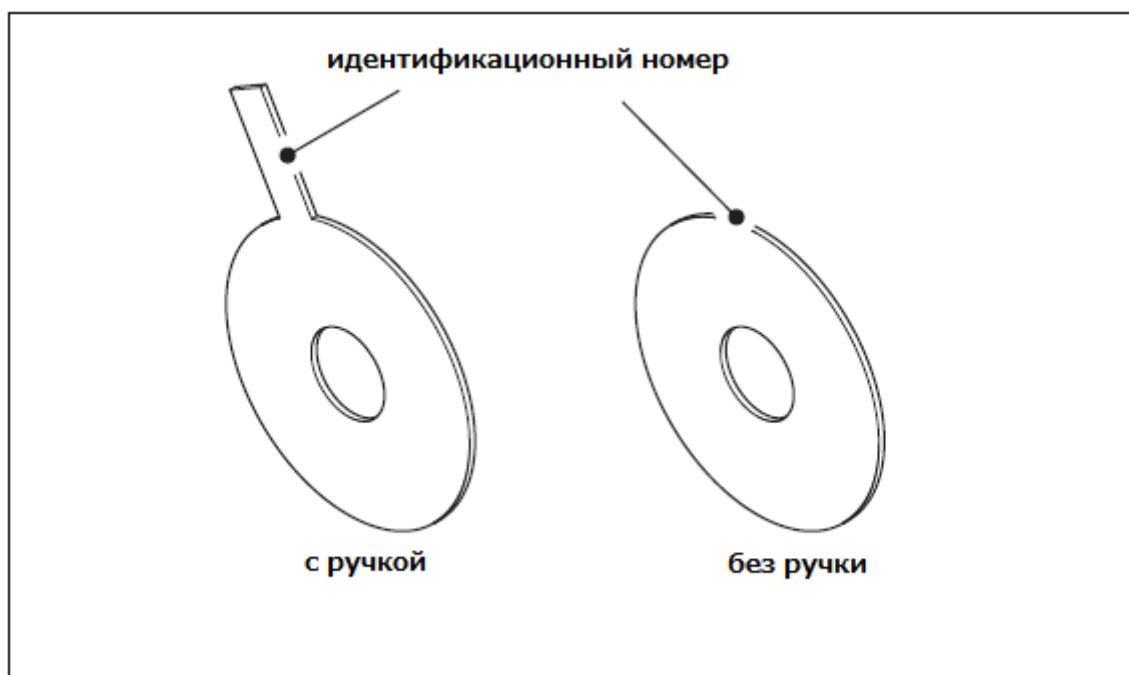

Рис. 2.1 Измерительные диафрагмы
1. Проверьте идентификационный номер измерительной диафрагмы, что бы убедиться, что для данного места выбрана правильная деталь, см. рис. 2.1.